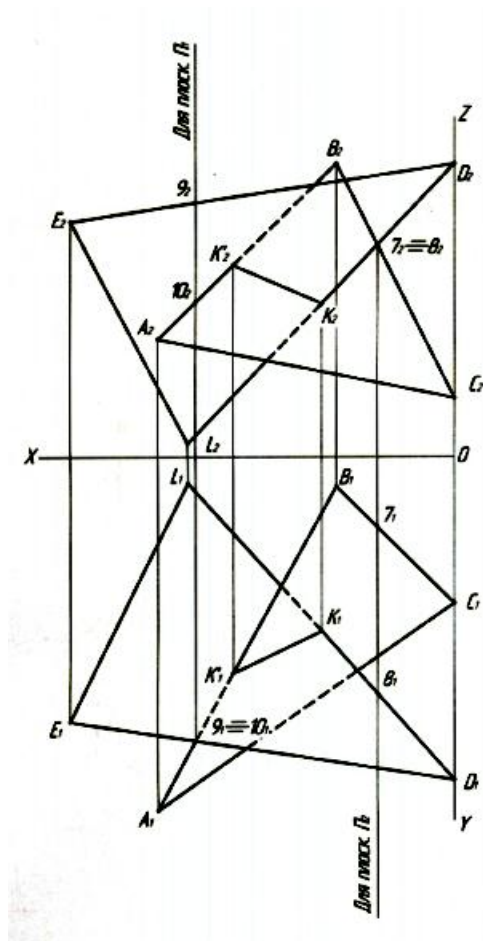

Рис. 5. Определение видимости сторон треугольников (ABC) и (DEL)
5. Определить видимость сторон треугольников (ABC) и (DEL) (рис. 5).